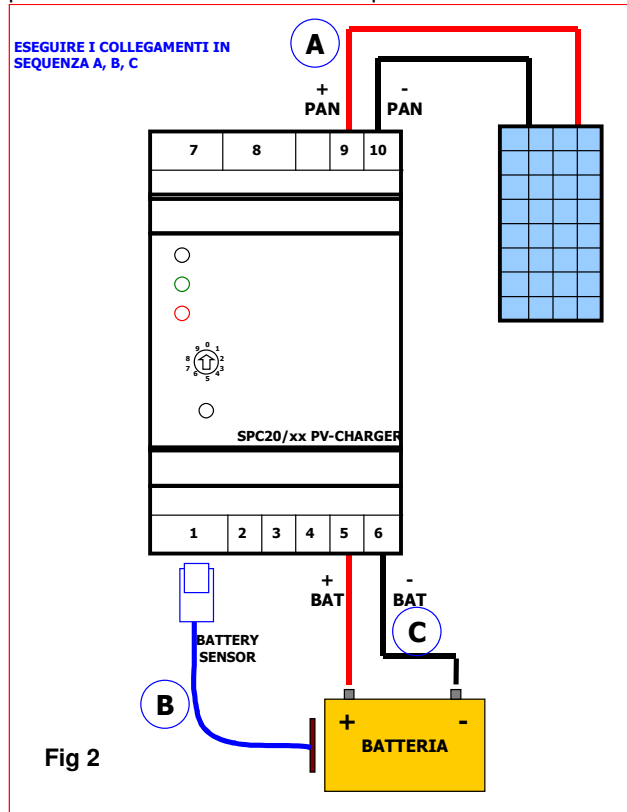

Fig 2
In fig. 2 è rappresentata l'applicazione del regolatore SPC20 in un impianto di piccola potenza con un solo pannello e una sola batteria. Prima di eseguire il cablaggio è obbligatorio verificare che il pannello rispetta le caratteristiche elettriche V_{pan} e I_{pan} del regolatore così pure la tensione della batteria scelta deve rispettare la V_{batt} (Vedi tabella 'caratteristiche elettriche' più avanti in questo manuale).
E' obbligatorio rispettare la sequenza di cablaggio di Fig. 2; se si collega infatti la batteria prima di collegare il sensore di batteria remota (BATTERY SENSE) l'SPC20 si avvia in condizioni anomale e quindi potenzialmente pericolose per il regolatore di carica.
- Il led 'status' è acceso rosso fisso e il led 'charge' è spento nonostante che $V_{BATT} < V_{ch}$. C'è un errore nella configurazione del sistema ed è stata disabilitata la ricarica. In un impianto come fig. 2 verificare se è stato